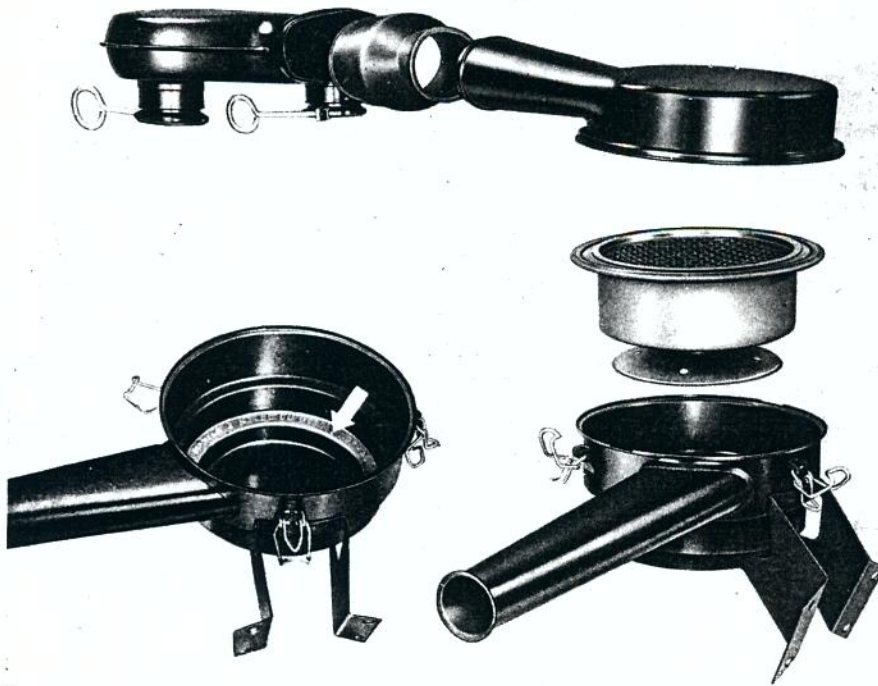

Fig. 5
- coloque óleo limpo de motor, até o nível indicado (fig. 5)